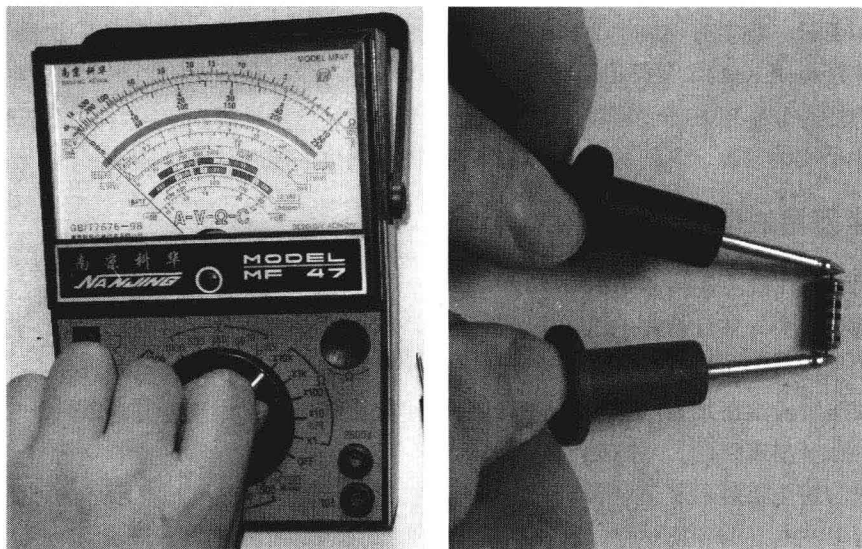

图 1-5 指针式万用表测量电阻示范图
(1) 将功能旋钮调到万用表的欧姆挡，并选择合适的量程（估计待测物电阻值，使测量结束后指针静止位置大致为表盘的盘中）。
(2) 对万用表进行精度校正，短接两表此时电阻应为零。如果不是应调节欧姆挡调零旋钮。
(3) 测量时应将两表笔分别接触待测电阻的两极（要求接触稳定踏实），观察指针偏转情况。如果指针太靠左，那么需要换一个稍大的量程。如果指针太靠右那么需要换一个较小的量程。直到指针落在表盘的中部（因表盘中部区域测量更精准）。读取表针读数，然后将表针读数乘以所选量程倍数，如选用“ $R \times 10$ ”挡测量，指针指示 15，则被测电阻值为  $15 \times 10 = 150\Omega$ 。如图 1-5 所示，为用指针式万用表测量电阻的示范图。